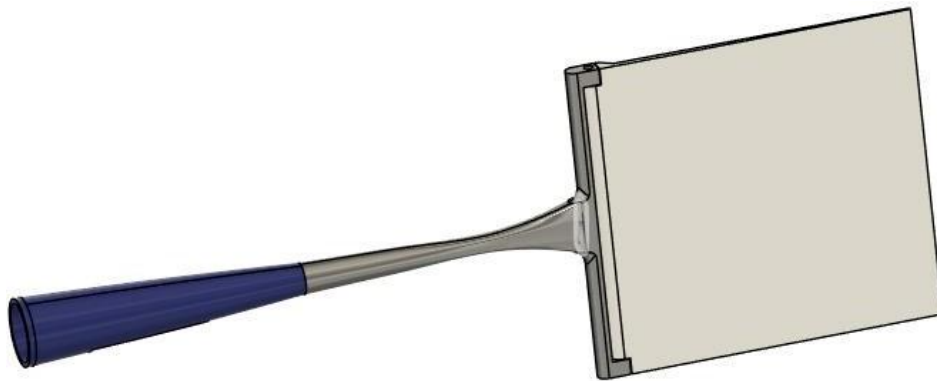

Figura 29. Timón unido a la veleta.
5. Unir el timón con la veleta, tal como se muestra en la Figura 29.